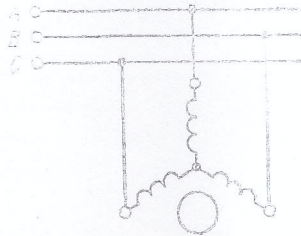

Рис.3.36.
- №312. Определить ток в проводах линии, к которой подключен трехфазный двигатель с номинальной мощностью  $10 \text{ кВт}$ , если коэффициент мощности равен  $0,85$ , коэффициент полезного действия  $83\%$ , а линейное напряжение сети  $220 \text{ В}$  (рис.3.36). Определить сопротивление фаз обмотки статора двигателя. На какое напряжение можно включить двигатель при соединении фаз обмотки статора треугольником и неизменной мощности двигателя? Построить векторную диаграмму напряжений и токов.